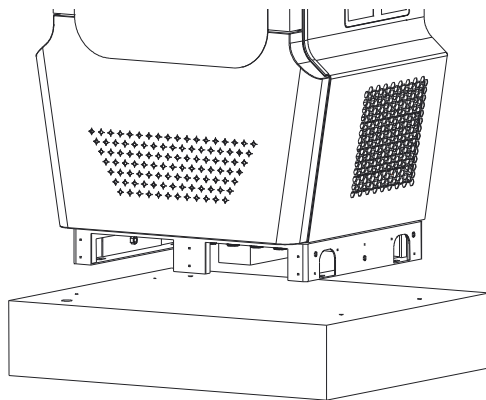

Figura 14. Posizionamento dell'EVSE
1) Sollevare la stazione di ricarica sulla base in calcestruzzo. Vedere la figura 14.